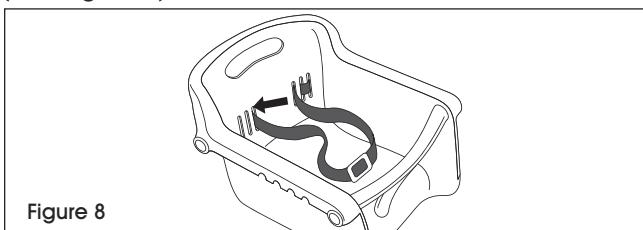

Figure 8
1. Insérez chacune des deux extrémités de la ceinture dans les fentes les plus intérieures du dossier de siège. (Voir Figure 8)